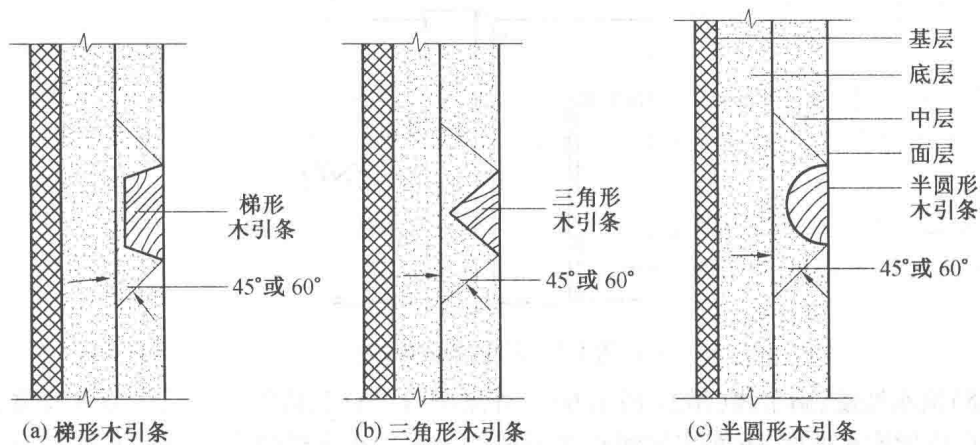

图 1.2 抹灰木引条做法
(2)抹灰木引条。外墙面抹面通常面积较大,为方便施工及满足立面处理的需要,一般将抹灰层事先进行嵌木条分格,做成引条。抹灰木引条做法如图 1.2 所示。